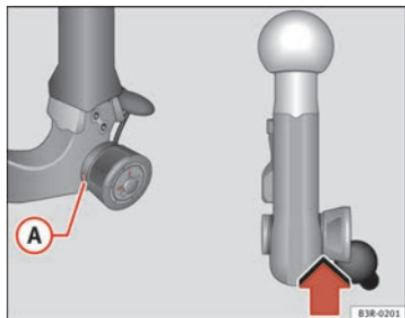

Fig. 157 Dispositivo di traino asportabile
- Controllare che il contrassegno verde **A** ⇒ fig. 157 della rotella si trovi in corrispondenza del contrassegno nero sul gancio.